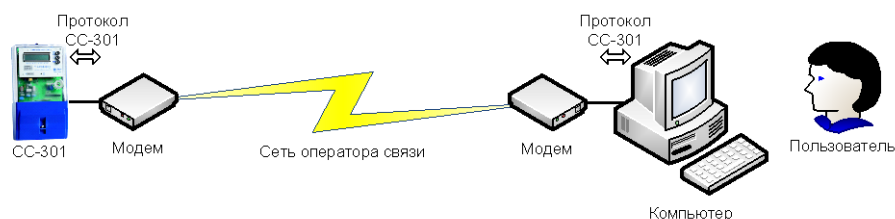

Рисунок 4. Считывание показаний и управление счетчиком по модемному соединению
1.3 Пользователь выбирает и считывает показания счетчика на компьютер, подключенный к прибору через модемное соединение (Рисунок 4). В этом варианте счетчик подключен к внешнему модему через основной последовательный интерфейс. Максимально допустимое расстояние до прибора ограничено только наличием доступа к сети оператора связи. В программе на компьютере можно осуществлять выбор, автоматическое считывание и сохранение показаний в базе данных, формирование отчетов, управление счетчиком и т.д.